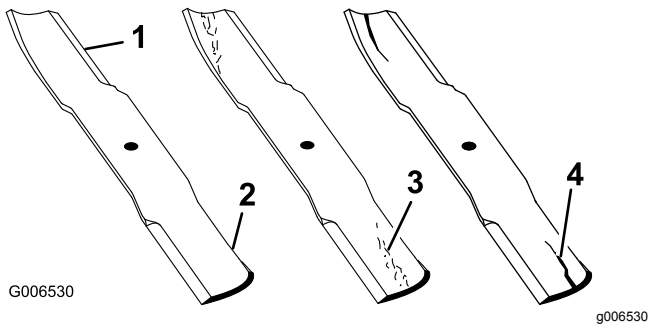

Figure 47
- Examinez le tranchant des lames (Figure 47).
- Remplacez immédiatement toute lame fendue, usée ou qui présente une entaille sur cette partie (Figure 47).